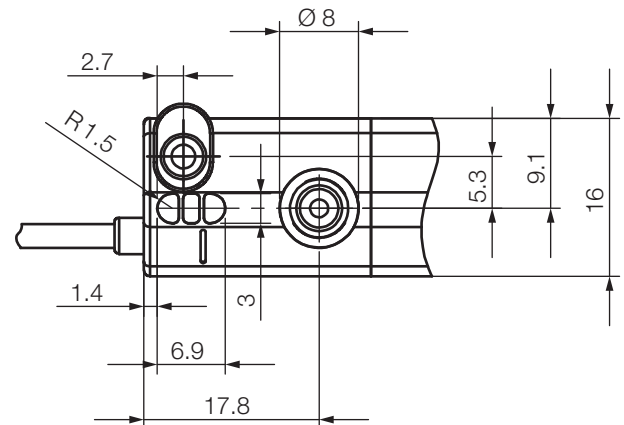

Fig. 4-13: Dimensioni e distanze per pulsanti e LED
**i** In caso di montaggio inverso, si deve prevedere una rientranza per il pulsante e per i LED (per le dimensioni vedere Fig. 4-13), altrimenti il BMP può essere configurato solo tramite IO-Link.